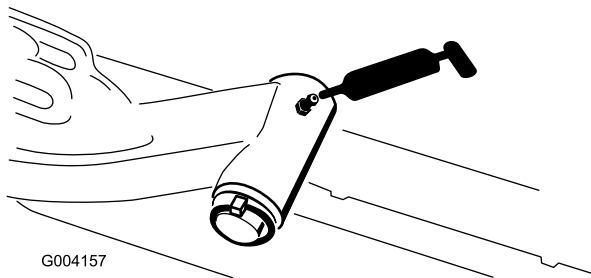

Figura 54
- Veio da articulação do braço de elevação (1 de cada) (Figura 54)